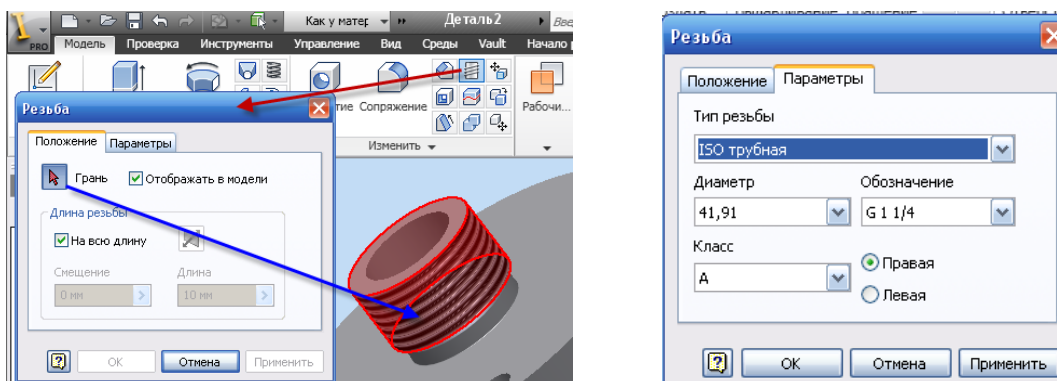

Рис. 3.14. Диалоговое окно **Резьба**
- Поместите курсор внутрь кольца, нажмите левую клавишу мыши и, не отпуская ее, переместите мышь. Модель поворачивается, согласуясь с движением курсора. Сориентируйте модель согласно рис. 3.14.
- Выберите поверхность фланца (грань), на которой должна быть резьба и щелкните мышкой по ней (рис. 3.14).
- В диалоговом окне **Резьба** откройте вкладку **Параметры** (рис. 3.14), в окне **Тип резьбы** выберите – **ISO трубная**.